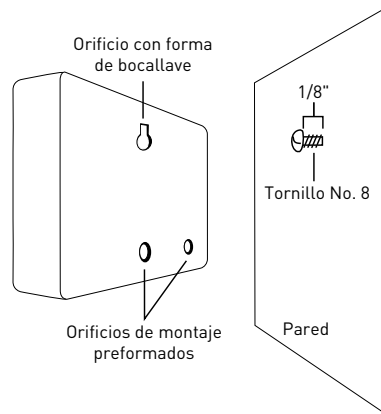

Figura 2: Cuelgue el controlador con un tornillo en el orificio tipo cerradura en el orificio tipo cerradura.
- Deslice el HRC 100 C sobre el tornillo sobresaliente (con la ranura con forma de cerradura en la parte posterior). Consulte la figura 2
- Coloque un tornillo No. 8 a través de uno de los dos orificios preformados ubicados en el gabinete posterior inferior. Consulte la figura 2